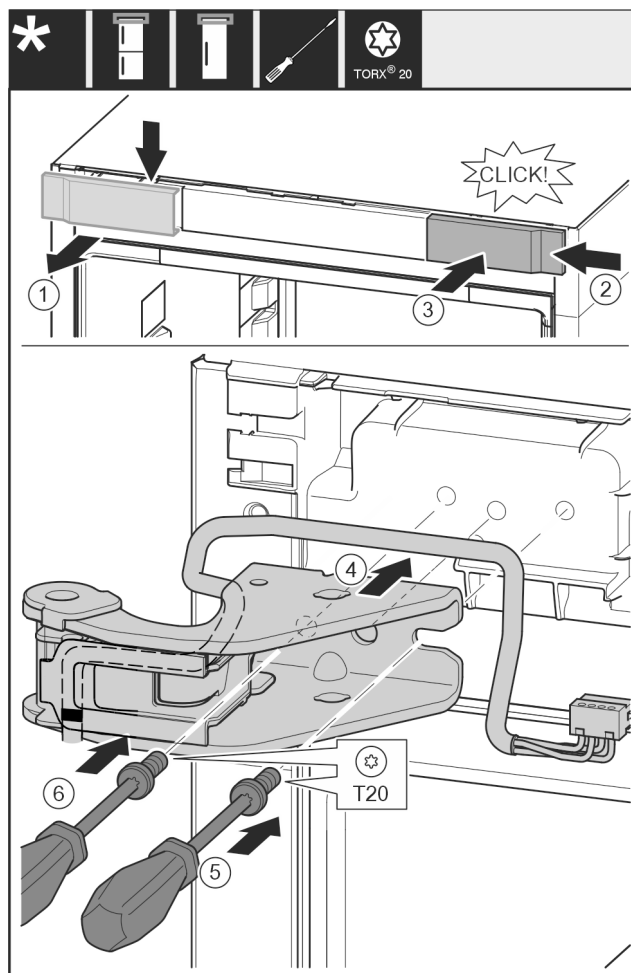

Fig. 30
- Odeberte kryt shora dopředu. Fig. 30 (1)
- Kryt otočený o 180° zavěste na druhé straně zprava. Fig. 30 (2)
- Zaklapněte kryt. Fig. 30 (3)
- Nasad'te horní stojan ložiska. Fig. 30 (4)
- Šroubovákem T20 nasad'te šroub a utáhněte. Fig. 30 (5)
- Šroubovákem T20 vložte šroub a utáhněte. Fig. 30 (6)